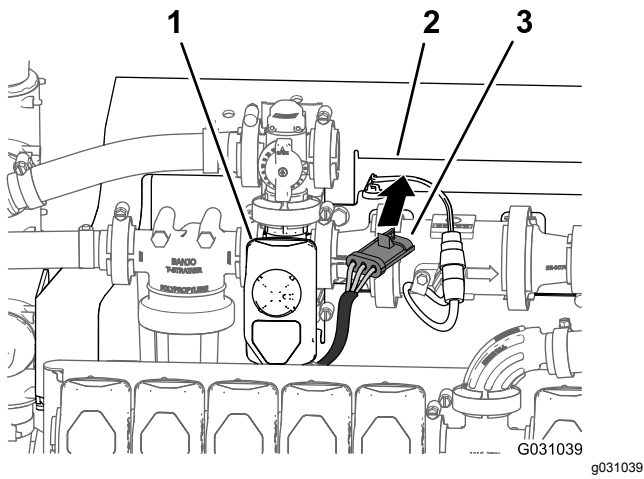

図 129
5. 攪拌バルブ用ハーネスの3ピンコネクタを、マニホールドマウントの前方に配設する 図 129。